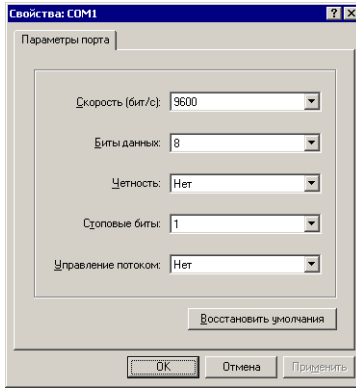

Рисунок 6 – Окно настройки параметров соединения HyperTerminal
6.2.1 Запустите на компьютере программу эмуляции терминала, например HyperTerminal в Windows (рисунок 6). Установите скорость соединения 9600 бит/с, количество бит данных – 8, четность – нет, количество стоповых битов – 1, управление потоком – нет.